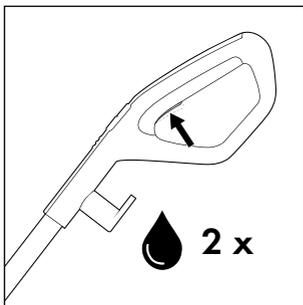
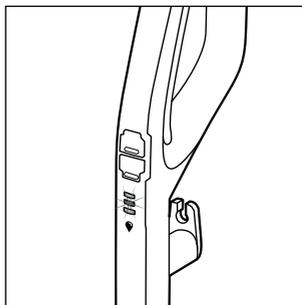

Fig. 14
Fig. 15
- ◆ Antes de cada uso, pulse brevemente dos veces el interruptor de la solución de limpieza **15** para activar la función de rociado permanente y preparar el rodillo de cepillos **6** con la solución de limpieza para su uso (consulte la fig. 14). El indicador de la solución de limpieza  **12** parpadea en azul de forma alterna cuando está activada la función de rociado permanente o mientras se mantiene pulsado el interruptor de la solución de limpieza **15** (consulte la fig. 15).